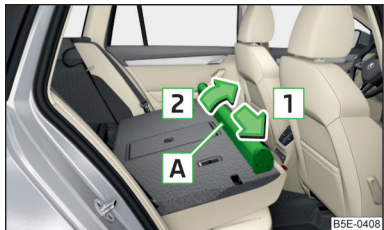

Abb. 123
- Das Gehäuse **A** in Pfeilrichtung **1** verschieben und aus den Aufnahmen in Pfeilrichtung **2** herausnehmen » Abb. 123.